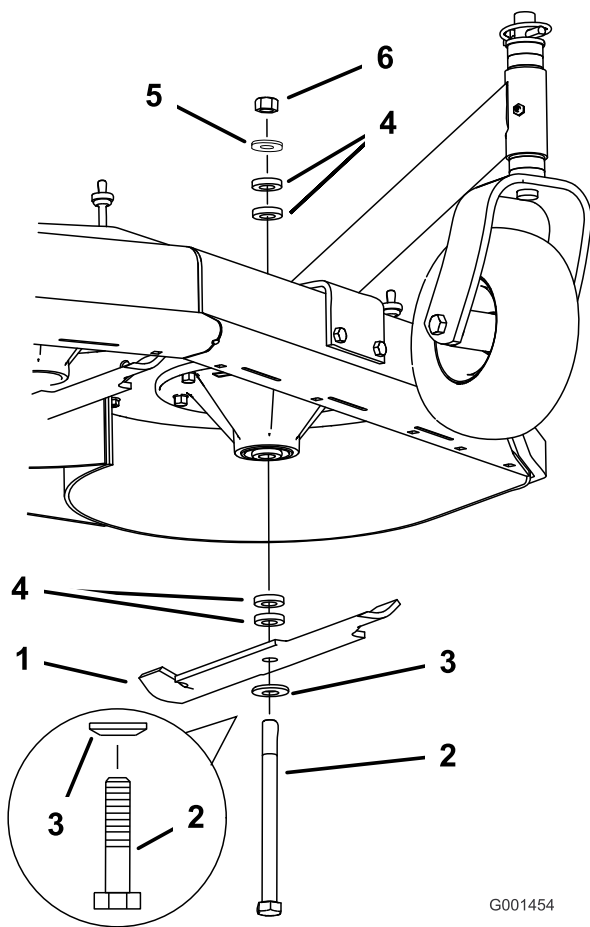

Figure 66
2. Enlevez de l'axe, l'écrou, le boulon de lame, la rondelle bombée, la lame, les entretoises et la rondelle mince (Figure 66).
1. Montez le boulon, la rondelle bombée et la lame. Choisissez le nombre correct d'entretoise(s) pour la hauteur de coupe, et insérez le boulon dans l'axe (Figure 66).
2. Posez la ou les dernière(s) entretoise(s) et fixez-la ou les en place avec une rondelle mince et un écrou (Figure 66).